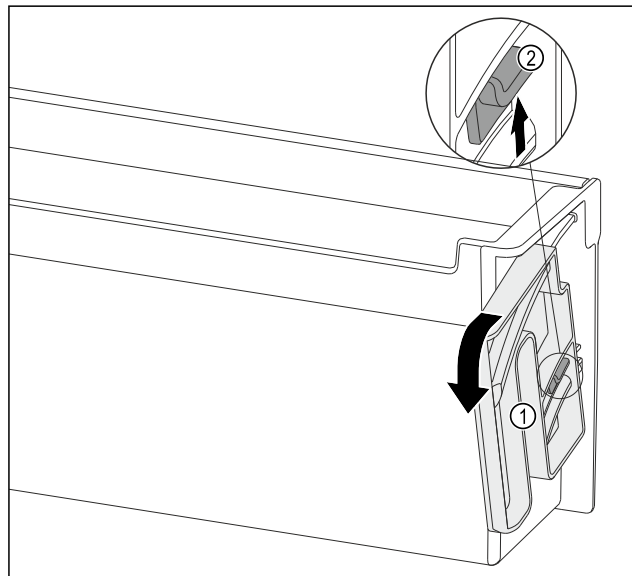

Fig. 169
- ▶ Okrenite okretnu jedinicu Fig. 169 (1) u navedenom smjeru sve do graničnika.
- ▶ Pritisnite jezičac Fig. 169 (2) prema gore i oprezno izvucite okretnu jedinicu Fig. 169 (1).